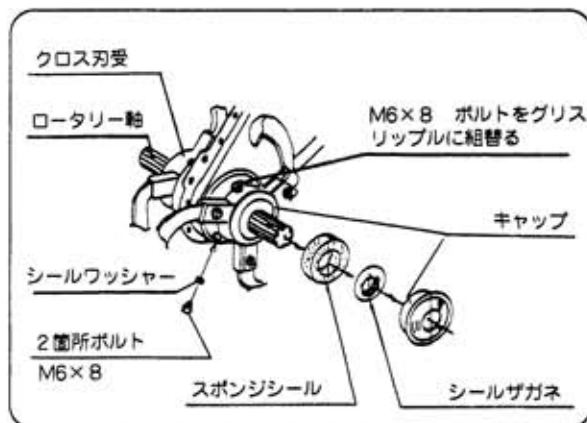

図42
- ② クロス刃受のフランジ部2ヶ所のボルト（M6×8ℓ）を外し、1ヶ所にグリスニップル（付属部分）を取付けてください。（図42）
- ③ グリスポンプでグリス（シャーシグリスは、やわらかい物）を給油してください。
- ④ グリスニップルを取外し、ボルト（M6×8ℓ）左右各2本のボルトを締め付けてください。（図42）